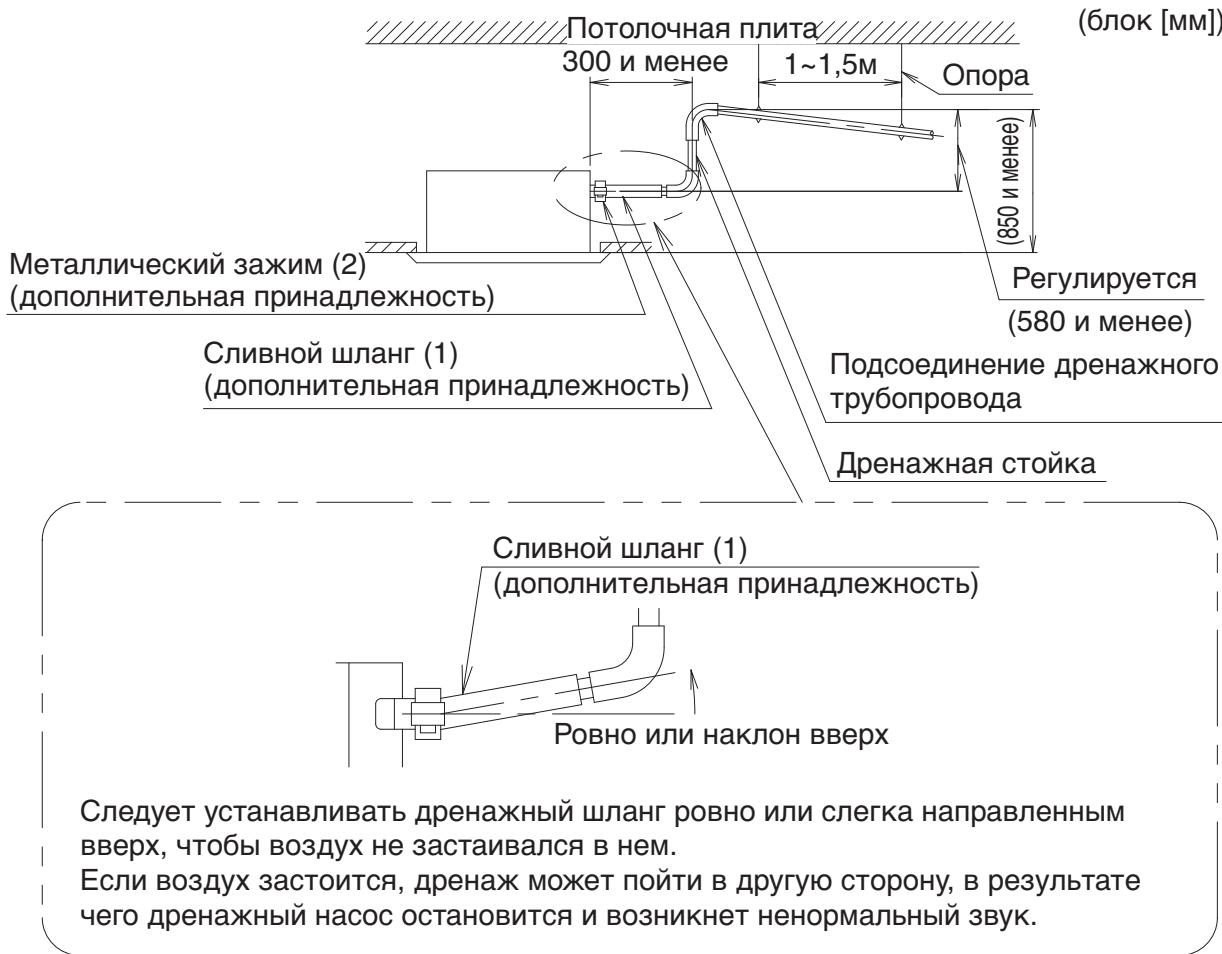

Рис. 13
**<Следует соблюдать осторожность при прокладке дренажного трубопровода с наклоном вверх (См. Рис. 13) >**